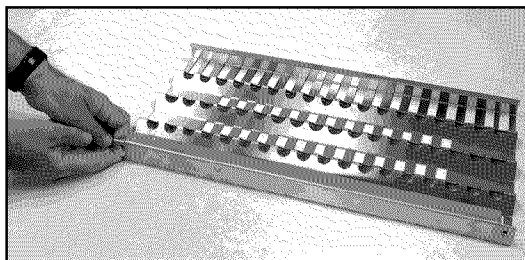

FIG. 35
2. Déverrouillez le couvercle du radiant en le poussant de deux doigts (Fig. 35).
- a) Déverrouillez le couvercle du radiant en le poussant de deux doigts (Fig. 35) ou en utilisant une pince.